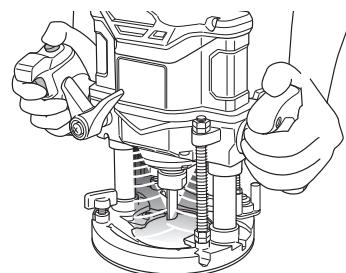

Fig. 32
5. Señales de aviso de luz LED (Fig. 32)